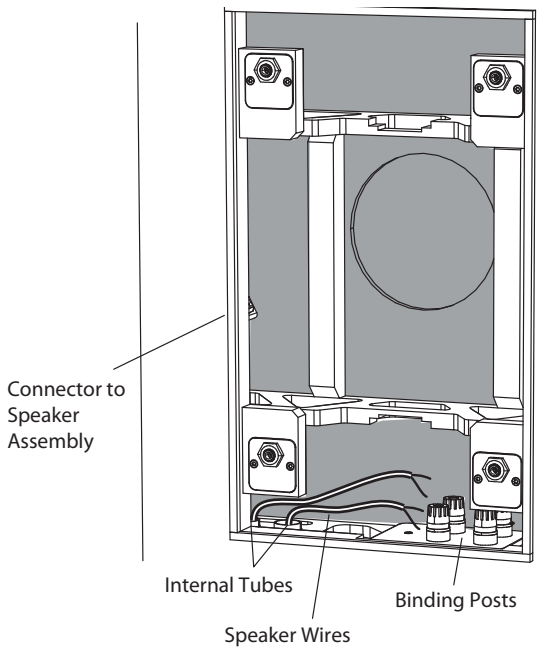

Fig. 5. Installation du fil de haut-parleur aux bornes arrière de la boîte
4. Le fil positif de votre amplificateur doit aller à l'une des bornes rouges (positives) à l'intérieur du boîtier arrière (Fig.5). Le fil négatif de votre amplificateur doit se connecter à l'une des bornes noires (négatives). Vous pouvez utiliser les autres bornes rouges et noires pour faire sortir le câblage des haut-parleurs de l'autre presse-étoupe vers un autre haut-parleur.